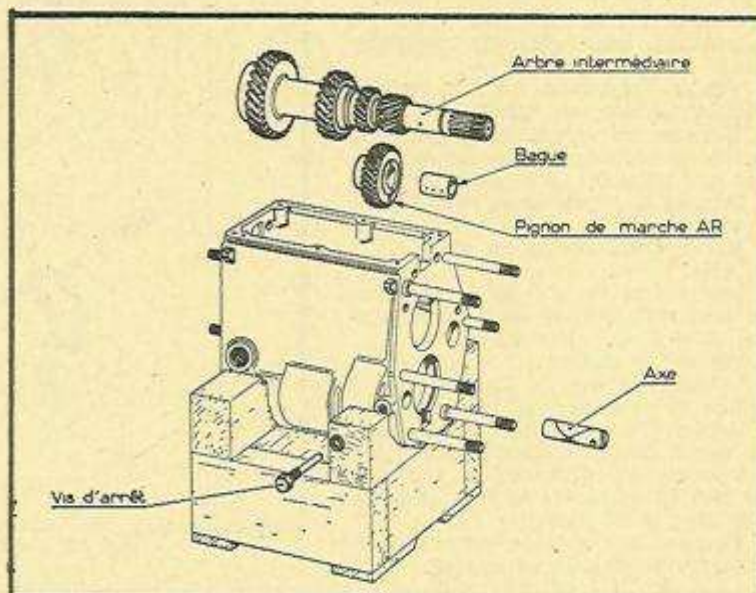

Fig. 73. — Démontage de l'arbre intermédiaire et du pignon de M. AR.
• Le roulement avant de l'arbre intermédiaire restant en place sur l'arbre, retirer l'arbre par l'intérieur de la boîte (fig. 73).